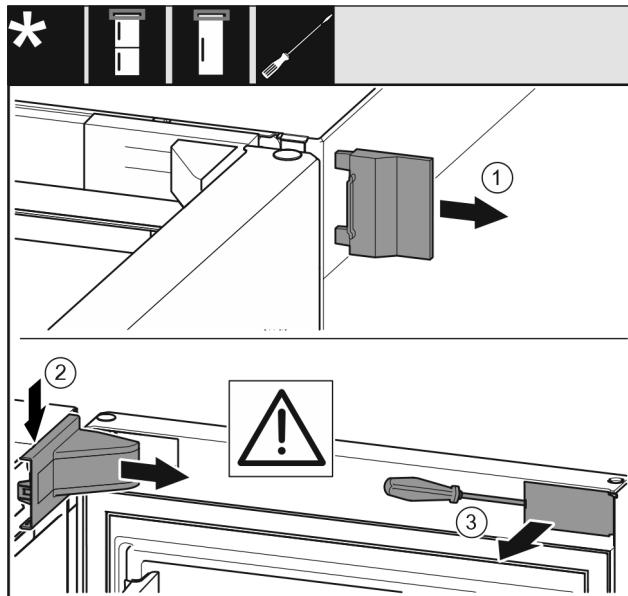

Fig. 9
- Зніміть зовнішню кришку. Fig. 9 (1)
- ▶ Звільніть і ослабте кришку опорного кронштейна. Зніміть кришку опорного кронштейна. Fig. 9 (2)
- ▶ За допомогою шліцевої викрутки звільніть від фіксатора та поверніть убік накладку. Fig. 9 (3)